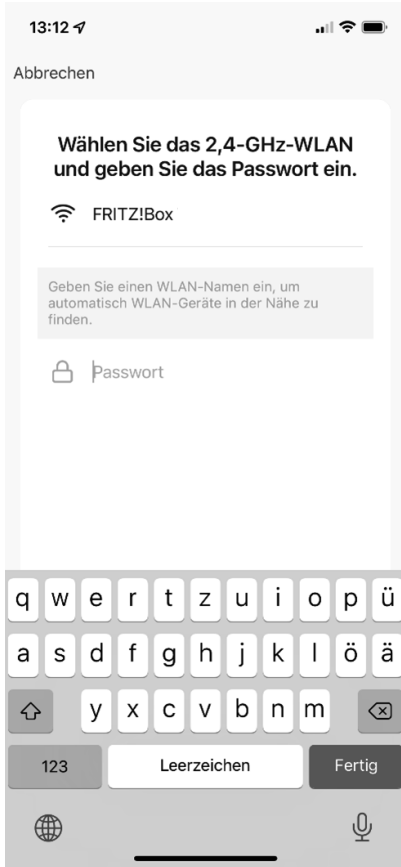

Abb. 3
- ▶ Geben Sie im nächsten Schritt das Passwort Ihres WLAN-Netzwerks ein (s. Abb. 3) und tippen Sie anschließend auf **WEITER**.